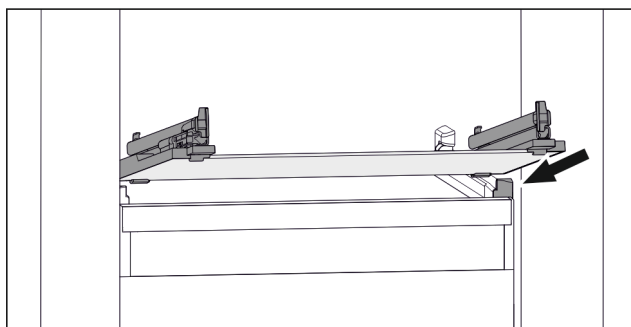

Fig. 112 Przykładowa prezentacja płyty szklanej
- ▶ Założyć płytę szklaną pod skosem za stoperami. (patrz Fig. 112)